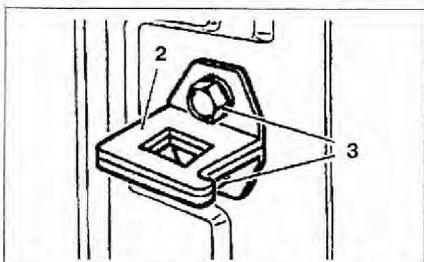

Рис. 8.8. Ослабьте винты 3 крепления фиксатора 2.
5. Ослабьте винты 3 крепления фиксатора 2 (рис. 8.8).